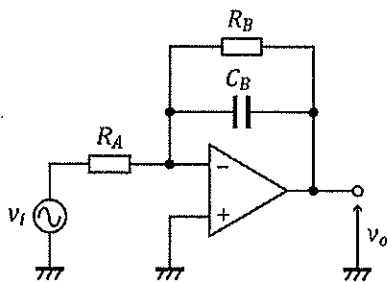
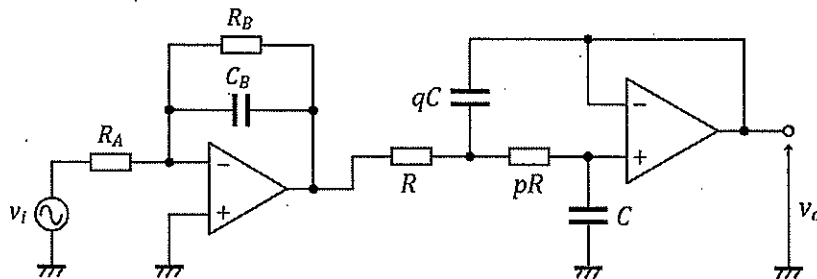

図1 1次能動LPF
図3 3次能動LPF
- 問4 図3は、図1に示す1次能動LPFと図2に示す2次能動LPFを組み合わせた3次能動LPFであり、 p と q はいずれも正の値の定数である。この回路の周波数特性を $H_3(\omega)$ とする。問1で求めた ω_{c1} と問3で求めた ω_{c2} は同一の値で $\omega_{c1} = \omega_{c2} = \omega_c$ とすると、 $H_3(\omega)$ を、 $H_0, p, q, \omega, \omega_c$ を用いて表しなさい。なお、問3で求めた q と p の関係式は用いないこと。